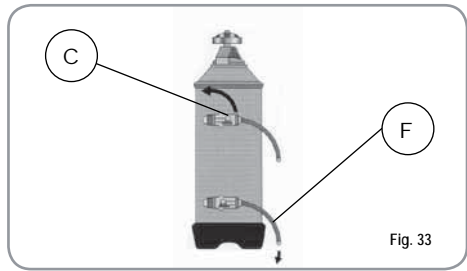

Fig. 33
- 2) Colocar nuevamente el tapón y llevar la palanca C hacia la izquierda (Fig. 33), dejando descargar el agua salada del tubo F para que no se vuelva dulce aproximadamente 1/2 hora.